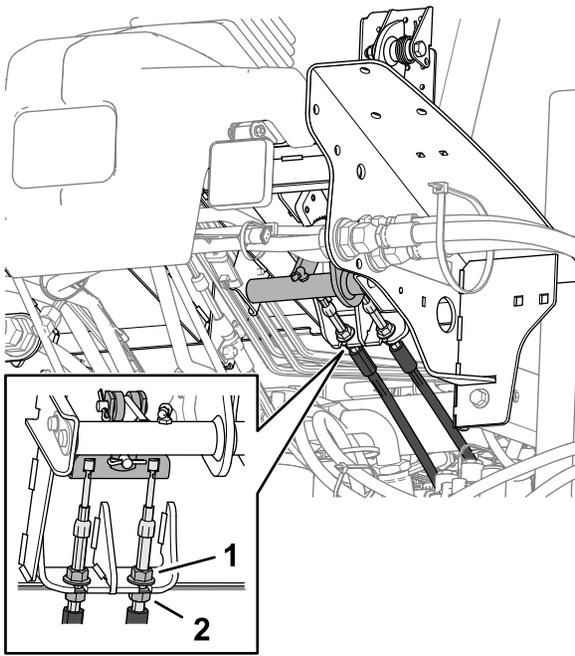

**Figura 108**
4. Pise ligeramente el pedal de freno y mida la distancia que se desplaza el pedal sin ofrecer resistencia (Figura 108).
**Nota:** Ajuste los frenos si el pedal de freno tiene más de 2.5 cm (1") de holgura (Figura 108), o cuando se necesite más fuerza para frenar.
6. Apriete las tuercas traseras para mover el cable hacia atrás hasta que el pedal de freno tenga un recorrido libre de 6 - 13 mm (¼" - ½") (Figura 108) antes de que el freno de estacionamiento entre en contacto con las ruedas.